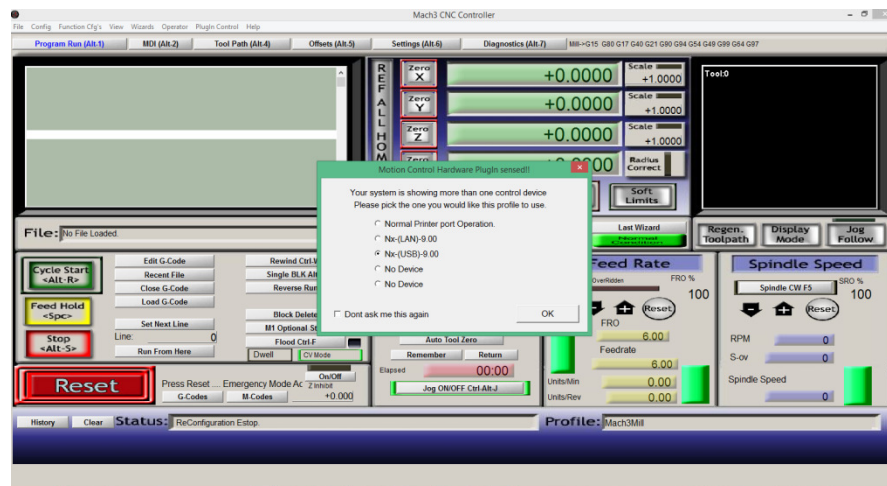

Figura 16
- Inicie o MACH3, deverá aparecer a caixa diálogo para a seleção do *plugin* (Figura 16):